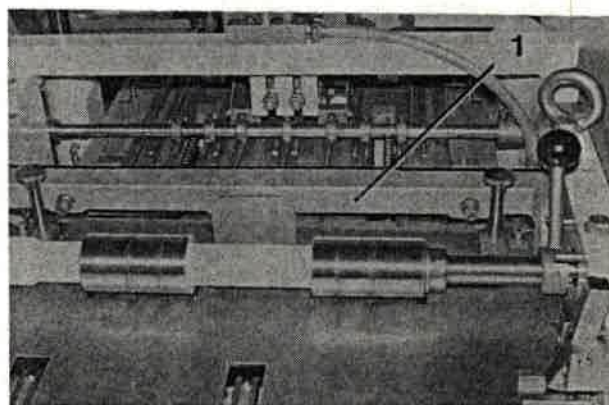

Bild 160
9. Maschine so lange am Handrad durchdrehen, bis das bewegliche Schneidemesser (Bild 160/1) gerade die oberste Stellung erreicht hat.